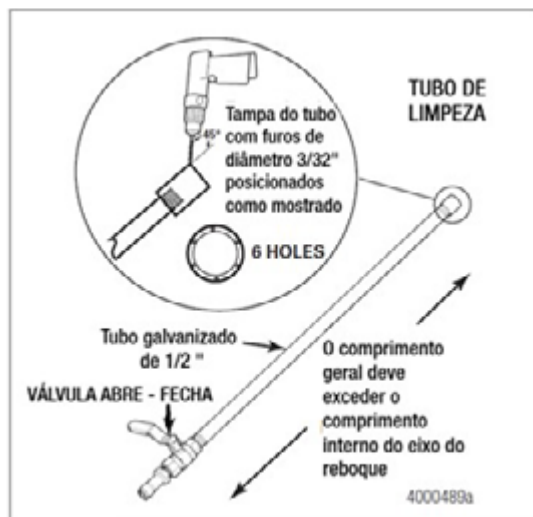
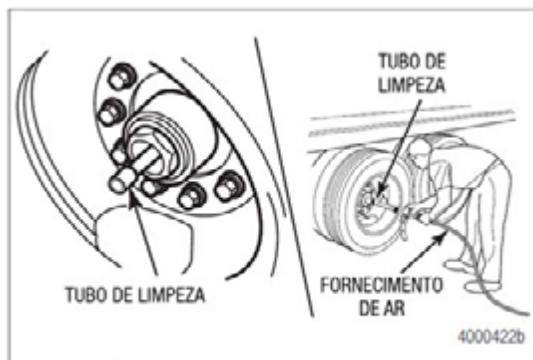

Figura 2.12
Figura 2.13
14. Conecte um tubo de limpeza a uma fonte de ar de alto volume. Consulte a Seção 7 para obter informações sobre como montar um tubo de limpeza. Figura 2.12. Empurre lentamente o tubo através do eixo, até que ele saia na extremidade oposta. Durante essa operação, um fluxo constante de ar sairá do eixo. Figura 2.13.